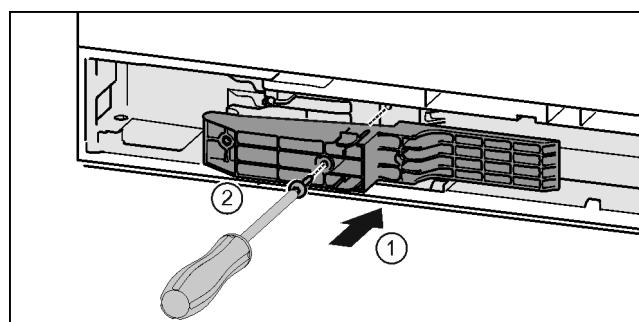

Fig. 45 \*
- Umetnute adapterski element na strani ručke u otvor. Fig. 45 (1)\*
- Odvijačem T15 čvrsto pritegnite vijke. Fig. 45 (2)\*